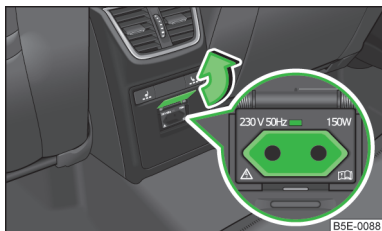

Fig. 76
- ▶ Deschideți capacul prizei în sensul indicat de săgeată » fig. 76.